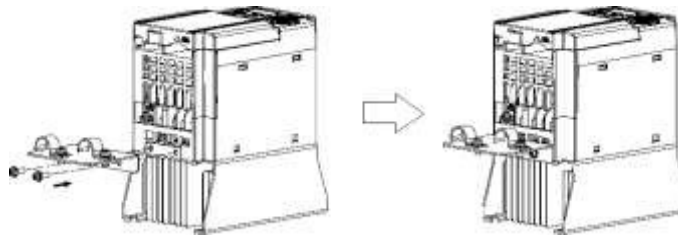

Figure 11.1 Fixation de la bride de mise à la terre CEM
- (1) Vissez la bride de mise à la terre CEM (livrée avec le variateur) sur le variateur afin de mettre à la terre le blindage des câbles. (Cf. figure 11.1.)